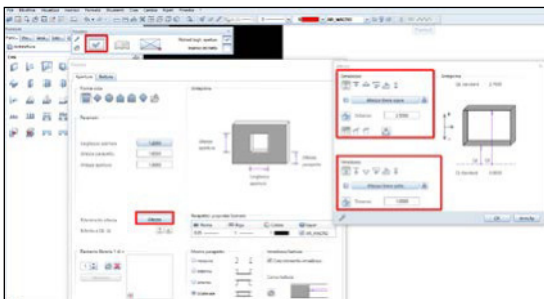

Fig. 60
- Cliccando sull'icona «altezza», trovo dei parametri molto importanti quali: altezza, spigolo sopra e spigolo sotto (Fig. 60).